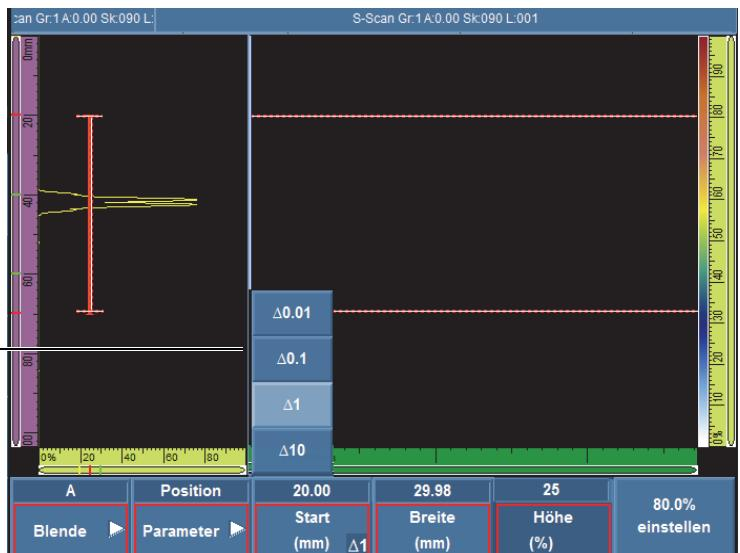
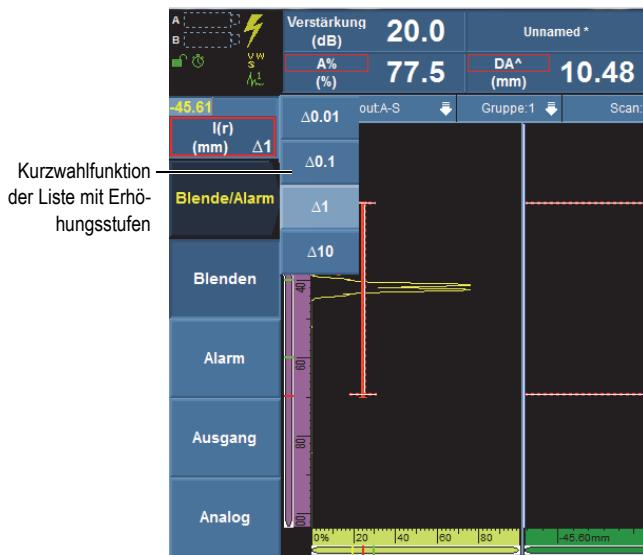

Abbildung 2 Liste mit Erhöhungsstufen
Abbildung 3 Kurzwahlfunktion der Liste mit Erhöhungsstufen
- Um die Erhöhungsstufe ( $\Delta$ ) zu ändern, klicken Sie zuerst auf den Parameter, um den Bearbeitungsmodus zu aktivieren, klicken Sie mit der rechten Maustaste auf den Wert und wählen Sie dann aus der Liste die gewünschte Erhöhungsstufe aus (siehe Abbildung 2 auf Seite 4). Die Liste mit Erhöhungsstufen wird auch in der Kurzwahlfunktion angezeigt (siehe Abbildung 3 auf Seite 4).